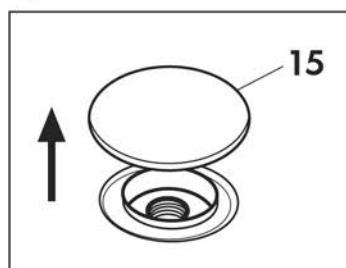

Fig. 4
Introdurre acqua preferibilmente demineralizzata o detergenti non schiumosi nell'apposito serbatoio sollevando il tappo (15) **(Fig. 4)**